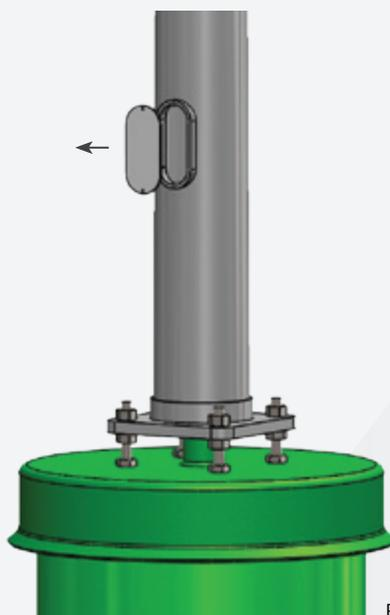

Figure 1
- Accéder aux boyaux en retirant le couvercle la porte de service située à environ 18 po de la base du fût (Figure 1).
Retirer le couvercle de la porte de service située à la base du fût pour avoir accès aux boyaux de levage du fût. (Figure 1)